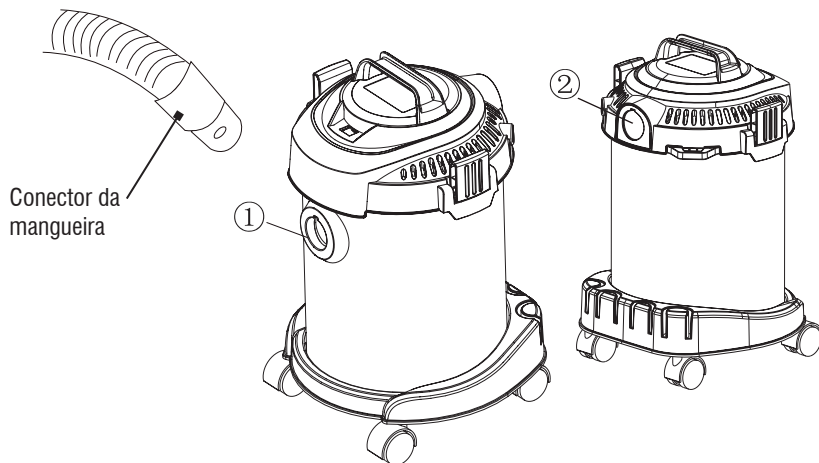

Fig. 4 – Encaixe da alça para transporte
- Encaixe o conector da mangueira no bocal da conexão, conforme mostra a Fig. 4.